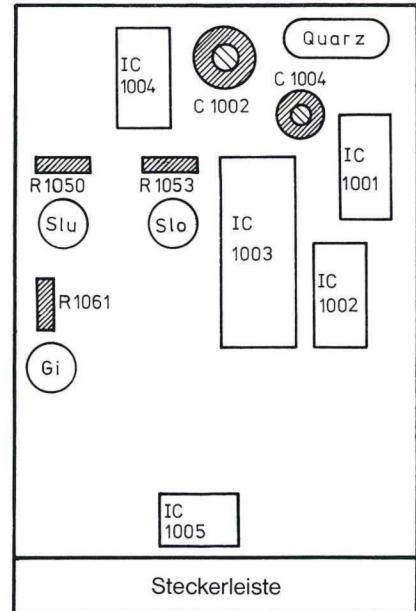

Bild 33 Lage der Serviceregler
1.6. Lage der Service-Einstellorgane Ansicht von der Bestückungsseite (Bild 33)